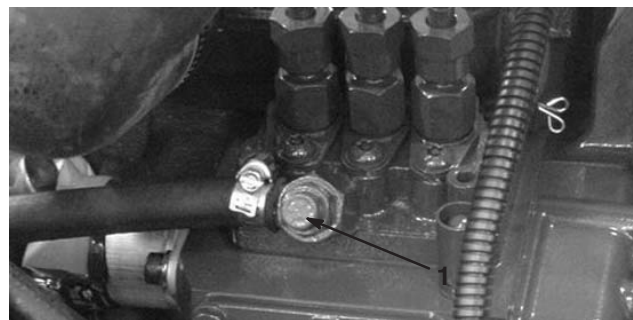

Figure 31
3. Desserrez la vis de purge sur la pompe d'injection (Fig. 31).